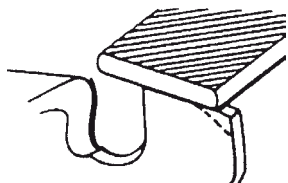

Fig. 48
- 4) Arrondissez l'angle avant du limiteur de profondeur afin de conserver la forme initiale du limiteur après usage de la jauge de contrôle. Respectez toujours les valeurs recommandées pour le limiteur de profondeur et indiquées dans le manuel d'entretien ou d'utilisation de votre tronçonneuse. (Fig. 48)